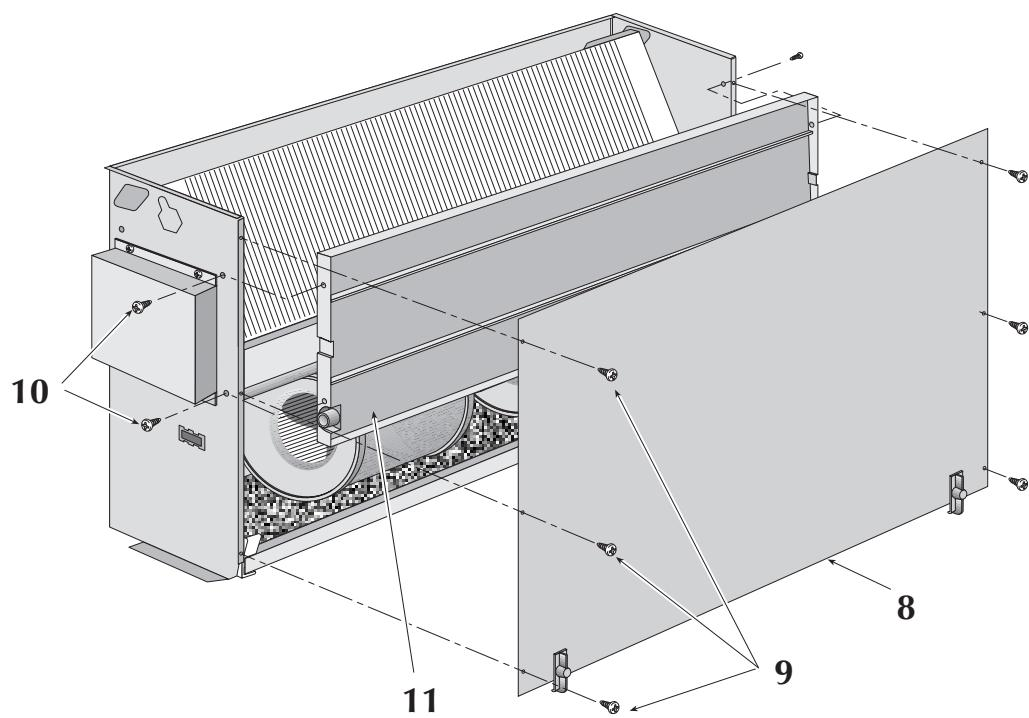

Fig. 4
per versione FCX - P togliere la lamiera di protezione (8 fig. 4) svitando le viti (9), togliere le viti (10) (o i rivetti per i modelli FCX 62P, 82P, 102P) e sfilare la bacinella raccogli condensa (11).
FCX - P version: remove the guard (8 fig. 4) after unscrewing the screws (9); remove the screws (10) (or rivets in the case of FCX 62P, 82P, 102P models), then pull out the condensate tray (11).
pour version FCX - P, retirer la tôle de protection (8 fig. 4) en dévissant les vis (9), retirer les vis (10) ou les rivets pour les modèles FCX 62P, 82P, 102P et retirer le bac de récupération de la condensation (11);
bei Version FCX - P das Schutzblech (8 Abb. 4) durch Lösen der Schrauben (9) abnehmen, die Schrauben (10) oder die Nietbolzen bei den Modellen FCX 62P, 82P, 102P abnehmen und die Kondensatauffangschale (11) herausziehen.